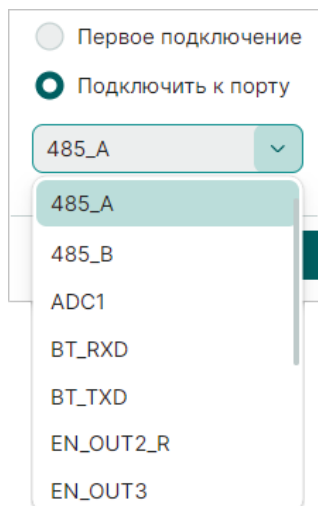

Рис. 147 Подключение к порту
4. С помощью чек-боксов «Первое подключение» и «Подключить к порту» выберите предпочтительное подключение (Рис. 147):